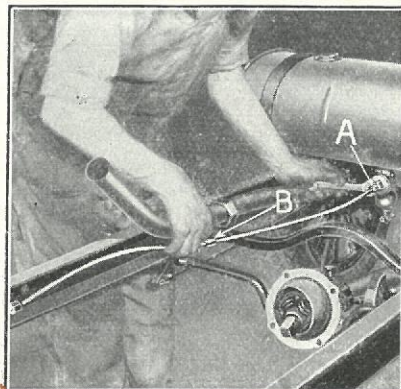

Fig. 77
- (c) Forbind Benzinrøret ved Pakdaasen paa Slamsamleren (Fig. 77-A).